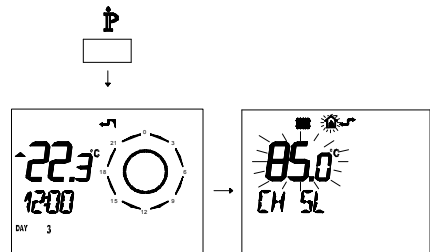

Figura 5.48
- Premere per più di 3 secondi il pulsante **⏏** per entrare in modalità **INFO** (Figura 5.48).